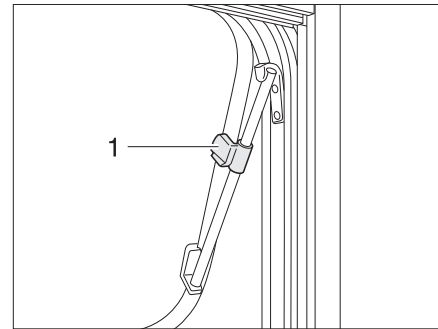

Fig. 33 Ventana abatible con soportes giratorios, abierta
- Abrir la ventana abatible hasta la posición deseada y fijarla con el botón moleteado (Fig. 33,1).
- Girar el botón moleteado (Fig. 33,1) hasta que se libere el bloqueo.